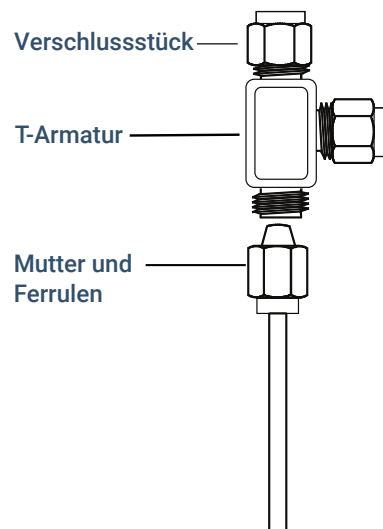

Abbildung 23. Swagelok-T-Stück
1. Schneiden Sie die Leitung dort durch, wo Sie das T-Stück installieren möchten. Verbinden Sie Leitung und T-Stück mit einem Swagelok-Fitting. Siehe **Abbildung 23**.